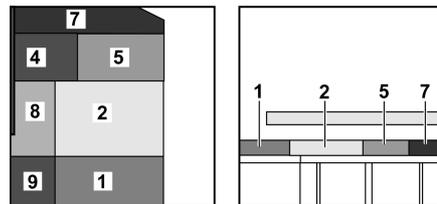

Bild 153 Nach dem Umbau
- Das Zusatzpolster (Bild 153,7) auf den Tisch legen.
- Die Sitzpolster (Bild 153,4 und 5) hinter das Zusatzpolster auf den Tisch legen.
- Das Sitzpolster (Bild 153,2) nach vorn ziehen.
- Das Rückenpolster (Bild 153,1) zwischen das Sitzpolster und die Rückwand legen.
- Die Zusatzpolster (Bild 153,8 und 9) zwischen die Seitenwand und die Polster auf dem Tisch und der Sitzplatte legen.